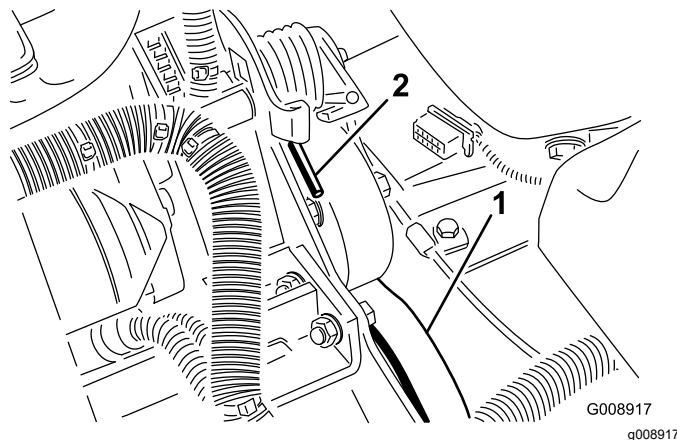

Figura 62
2. Premete l'estremità della molla e spingetela in avanti (Figura 62) per sbloccarla dalla staffa e rilasciare la tensione della molla.